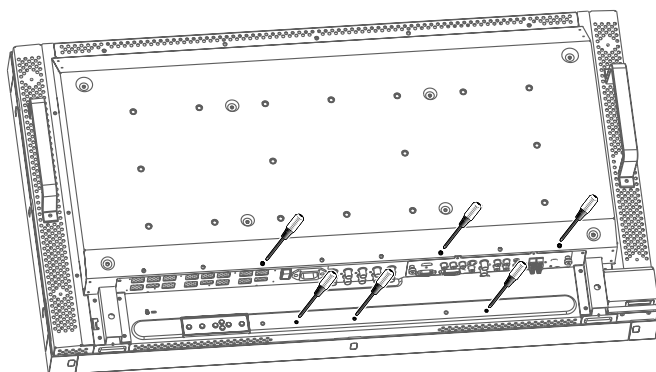

Abbildung 4
- Entfernen Sie die sechs Schrauben (Abbildung 4).